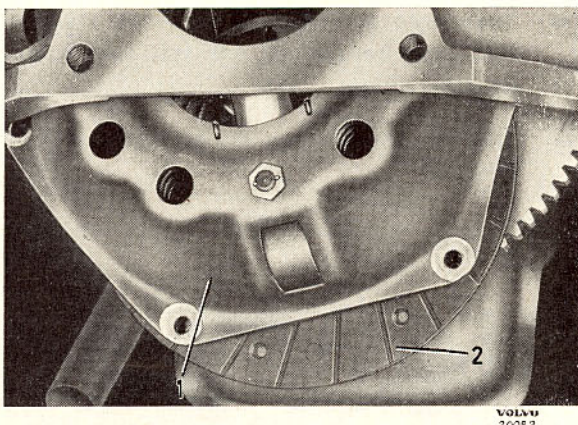

Bild 6. Demontering av koppling.
7. De sex skruvarna som håller kopplingen vid svänghjulet lossas korsvis ett par varv i sänder, för att icke brytningar skall uppstå, samt borttages. Håll i kopplingen så att den icke faller i golvet. Kopplingen och lamellen kan nu tagas bort nedåt, bild 6.